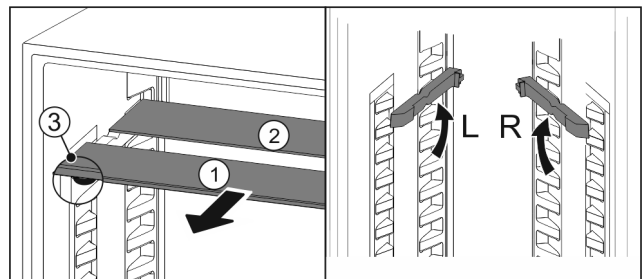

Fig. 85
- ▶ По одной извлеките Fig. 85 (1) стеклянные панели движением вперед.
- ▶ Стеклянная панель Fig. 85 (1) с декоративной планкой лежит спереди.
- ▶ Стопоры Fig. 85 (3) показывают вниз.